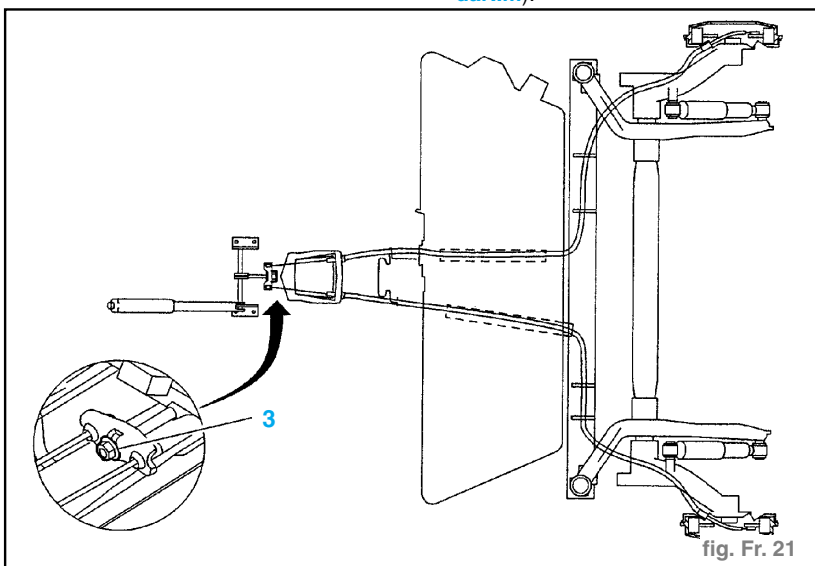

fig. Fr. 21
- Dégrafer l'insonorisant (2).
- Serrer l'écrou (3) jusqu'au freinage des freins arrière. (fig. Fr. 21)